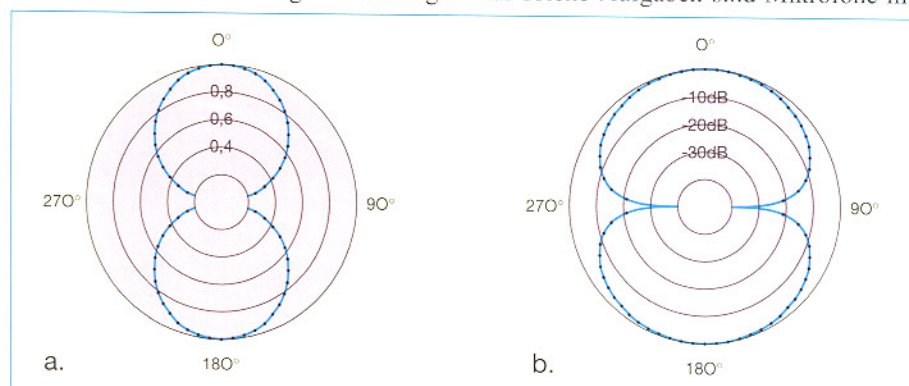
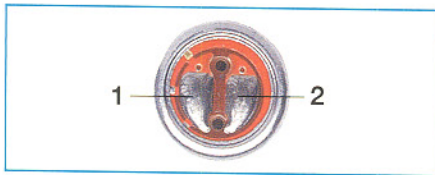
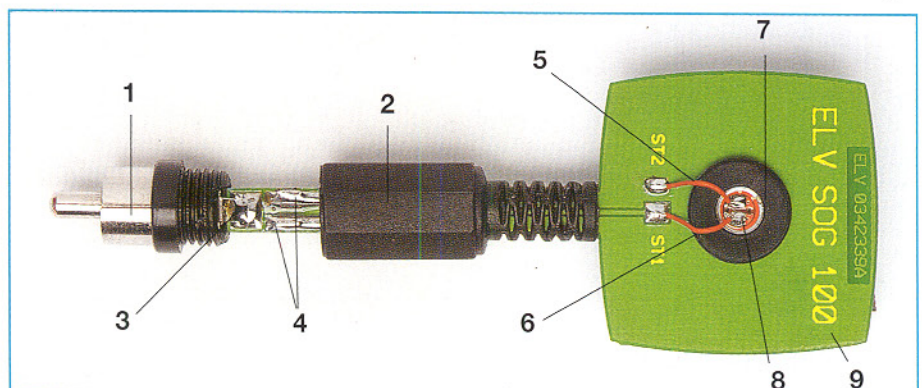

Bild 1: Achtercharakteristik im Polardiagramm mit linearer (a.) und mit logarithmischer (dB-)Teilung (b.).
Bild 4: Ansicht des Elektret-Mikrofones mit Achtercharakteristik vom Typ NB 27
Bild 9: Detailfoto der fertig aufgebauten Mikrofonplatine
einer so genannten Achtercharakteristik; ihre Richtcharakteristik hat die Gestalt der Ziffer „8“, siehe Abbildung 1 a. Beim Übertragen dieser Richtcharakteristik in ein logarithmisch geteiltes Polardiagramm ergibt sich dann die in Abbildung 1 b gezeigte Form. In dieser Darstellung fallen die beiden besonders scharf ausgeprägten Minima bei 90° und bei 270° auf. Diese sind es denn auch, die man zu sehr genauen Peilungszwecken ausnutzt. Die jeweils um 90° versetzten Maxima bei 0° und bei 180° haben dagegen einen so flachen Verlauf, dass sie für Peil- und Ortungszwecke völlig ungeeignet sind.
Wichtigstes Bauelement in der in Abbildung 7 dargestellten Schaltung des Schallortungsgerätes ist das Mikrofon MIC 1. Der hier eingesetzte Typ NB 27 besitzt die für diesen Anwendungsfall so wichtige bidirektionale Richtcharakteristik (vgl. Abbildung 1). Elektrisch gesehen, ist das Mikrofon ein normales Elektret-Mikrofon und benötigt für den Betrieb somit eine Spannungsversorgung. Dabei ist das Mikrofon intern so aufgebaut, dass Spannungsversorgung und Signalausgang über einen Anschluss-Pin erfolgen (Abbildung 4, Pin-Nr. 2). Als „Arbeitswiderstand“ für den mikrofoninternen Verstärker fungiert der Widerstand R 1. Das vom Mikrofon kommende NF-Signal gelangt dann über C 1 kapazitiv entkoppelt auf
zuvor das Mikrofon so gedreht werden, dass sich der GND-Anschluss (Abbildung 4, Pin Nr. 1) oberhalb der Lötfläche ST 2 befindet. Mit zwei 12 mm langen Feindrähten (0,3 mm Durchmesser), die auf beiden Seiten ca. 1 mm abisoliert werden, erfolgt die Verbindung zwischen den Mikrofonanschlüssen und den zugehörigen Löt pads. Der Masseanschluss des Mikrophones (Abbildung 4, Pin Nr. 1) ist an ST 2 anzulöten (Abbildung 9 [5]), der Signalanschluss (Abbildung 4, Pin Nr. 2) wird mit ST 1 verbunden (Abbildung 9 [6]). Beim Löten ist besondere Vorsicht geboten, zu langes bzw. zu heißes Löten am Mikrofon ist zu vermeiden.
Im ersten Schritt erfolgt die Montage des Mikrophones. Die Abbildung 9 zeigt Details zum Aufbau der Platine. Zunächst wird die Montagetülle (7) in die Bohrung der Platine (9) eingesetzt. Der Tülle kommt hier eine besondere Bedeutung zu: Sie muss für einen stabilen Halt des Mikrophones sorgen, gleichzeitig aber recht flexibel sein, um den vom Gehäuse des Basisgerätes kommenden Körperschall zu absorbieren.